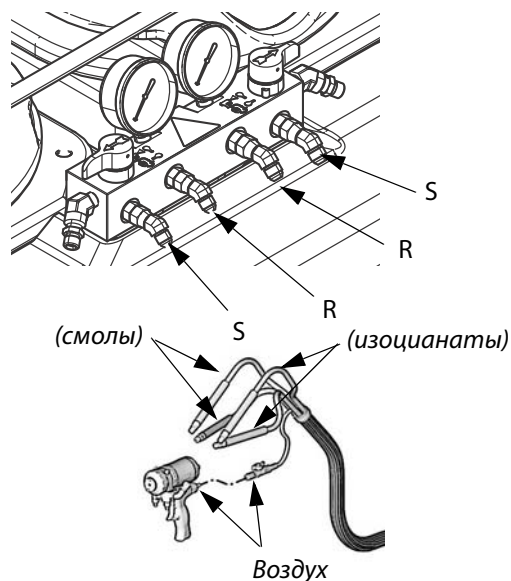

Рис. 5
1. Подключите шланги подачи жидкости к выпускным соединениям шлангов (R, Рис. 5). Красные шланги предназначены для изоцианатов, синие – для смол. Фитинги исполнены в разных размерах, что исключает возможность неправильного подсоединения. Подключите другие концы шлангов ко впускным отверстиям для изоцианатов и смол в пистолете.
2. Подключите шланги рециркуляции от портов рециркуляции пистолета к соединениям (S).